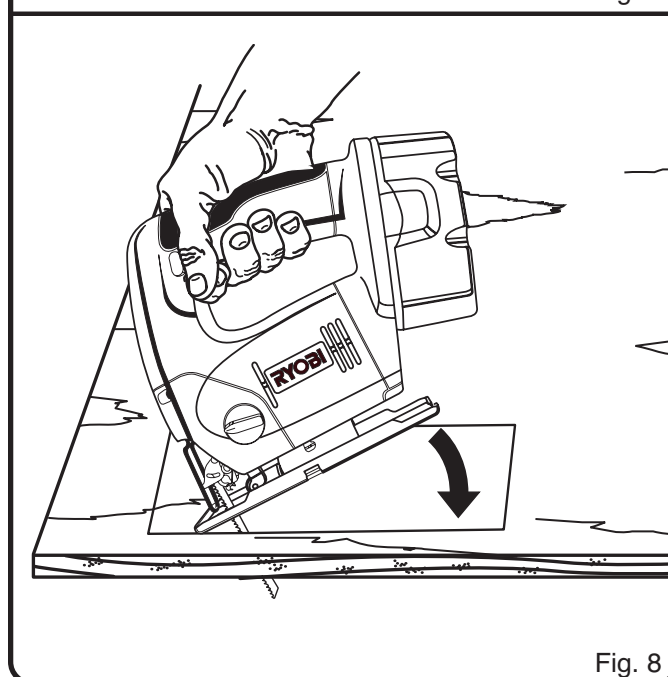

Fig. 8
Voir la figure 8.
- Démarrer la scie à haute vitesse et abaisser lentement la lame sur le bois, jusqu'à ce qu'elle commence à couper. Voir la figure 8.